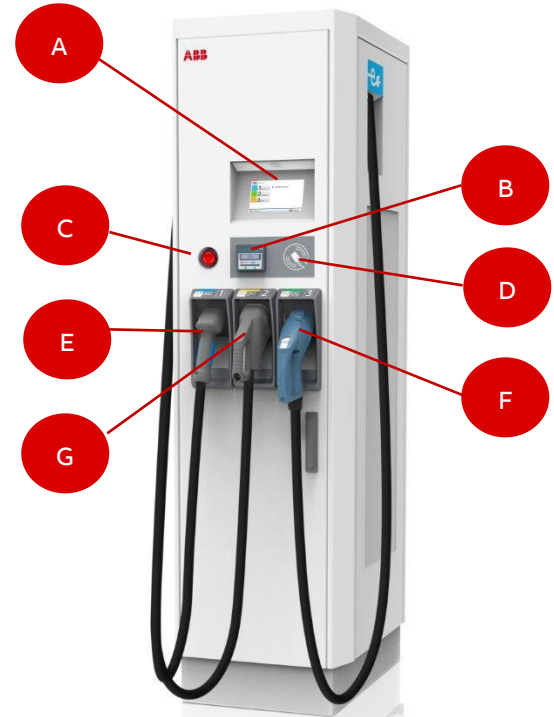

Abbildung 1: Ladestation
Die vom Benutzer bedienbaren Komponenten sind in Abbildung 1 dargestellt.
1. Drücken Sie den Not-Aus-Schalter (C in Abbildung 1).